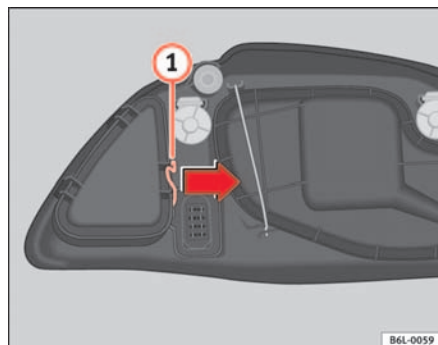

Fig. 146 Luz intermitente
- Desplace el tirante ① ⇒ fig. 146 en el sentido de la flecha y retire la tapa.